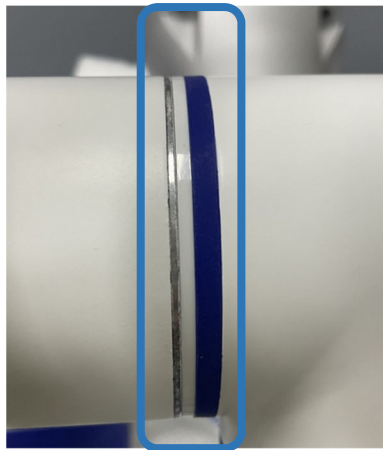

图 3-5 安装支撑环、橡胶环
- 将塑料支撑环放下，并轻轻地将橡胶环叠加在支撑环上。装好后如图 3-5 所示：